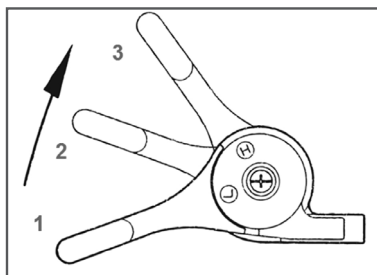

Рис. 5 Положения рычага газа
6. Рычаг газа переведите в среднее положение 2 (Рис. 5) – положение для запуска.
9. После запуска переведите двигатель в режим холостого хода. Для этого переведите рычаг газа в положение 3 (Рис. 5). Прогрейте двигатель на холостых оборотах в течение около 30-60 секунд.
1. Переведите двигатель в режим холостого хода, для этого рычаг газа переведите в нижнее положение 1 (Рис. 5).
а) регулятором давления 1 насоса (Рис. 5) – при вращении по часовой стрелке давление увеличивается, при вращении против часовой стрелки – уменьшается.